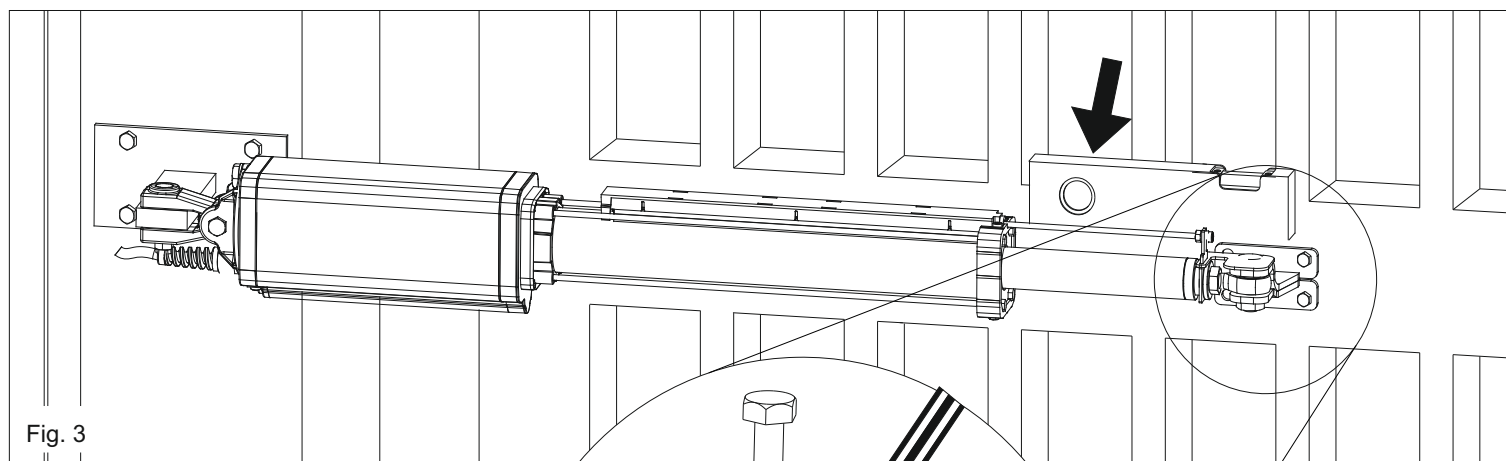

Fig. 3
- 3) Posizionare l'operatore in modo che risulti perfettamente orizzontale e quindi segnare la posizione dell'attacco anteriore (Fig.3).
- 3) Position the operator perfectly horizontal and mark the position of the front fixation (Fig.3).
- 3) Positionner l'opérateur de façon parfaitement horizontal donc marquer la position de l'attaque antérieur (Fig. 3).
- 3) Posicionar el operador en modo que resulte prefectamnete horizontal y por tanto señalar la posicon del enganche anterior (Fig. 3).